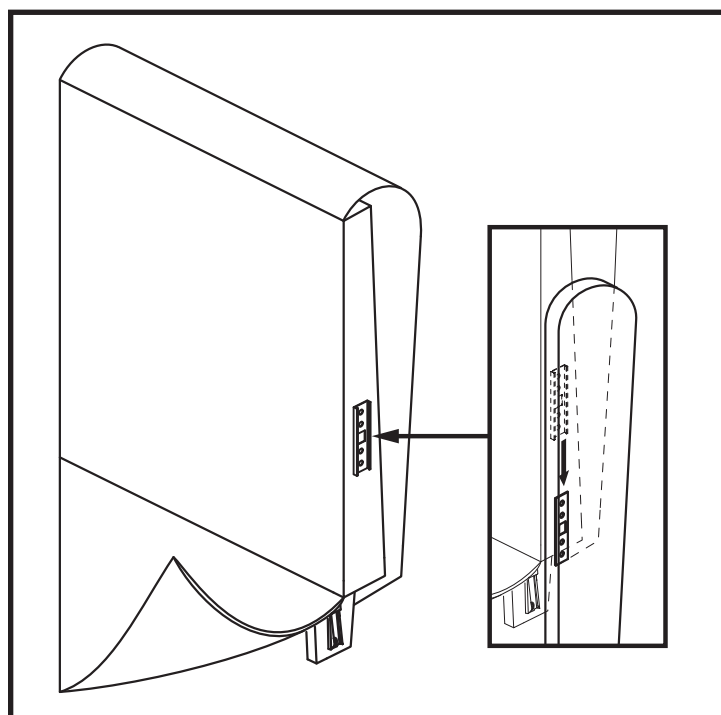

Figura 4. Installazione della guida a scorrimento
6. Se il modello è dotato di guide a scorrimento, allineare i manicotti KD e far scorrere la guida verso il basso in posizione, (**vedere la figura 4**). Da notare che sulle staffe c'è un'etichetta. Assemblarle come 1-1 e 2-2.